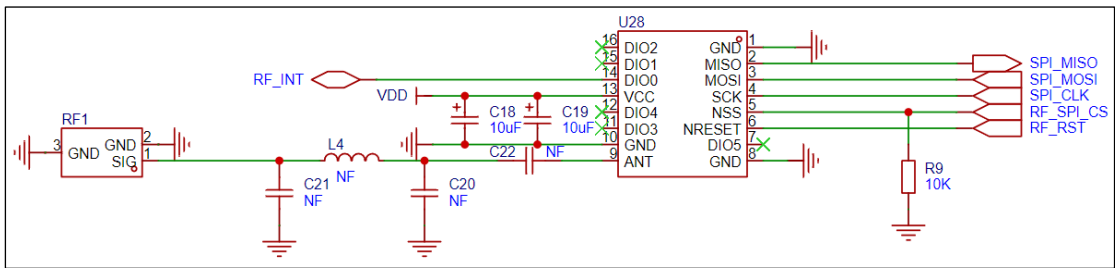

图 3-1 原理图设计（无线通信）
1、在嘉立创 EDA 专业版设计环境下打开“资源数据包”中所提供的工程文件（文件格式：.eprj）。在原理图图页 5.RF 中的设计区域内，使用给定的器件和网络，完成图 3-1/2 所示的原理图电路绘制。